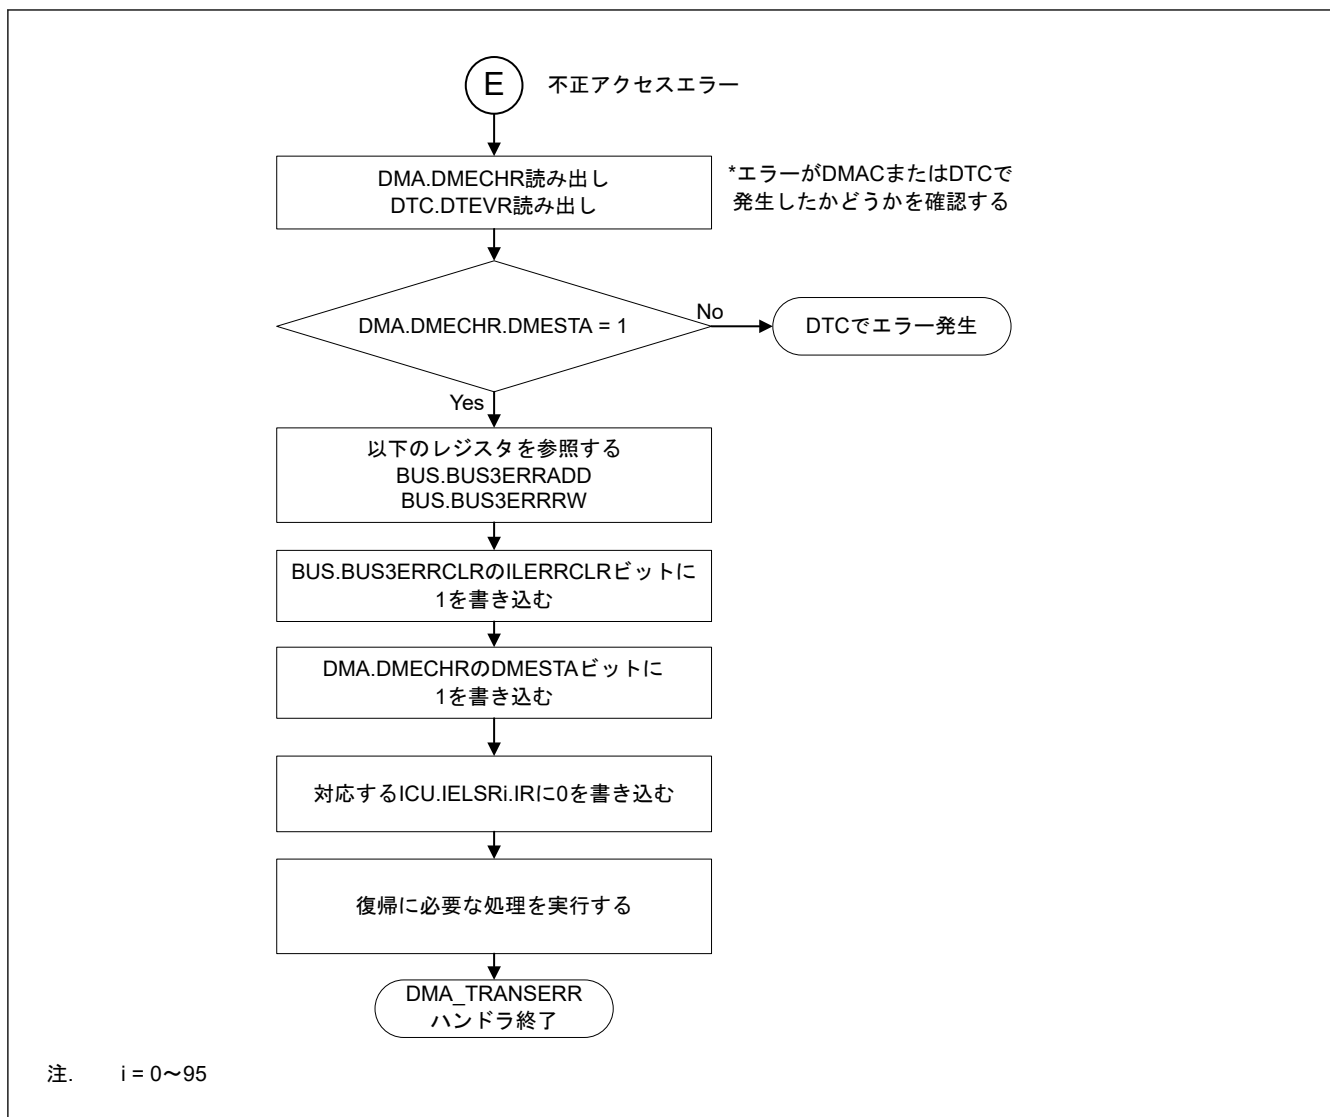

図 15.31 不正アクセスエラーによる DMA_TRANSERR ハンドラの処理
- 図 15.31 に DMAC の不正アクセスエラーが発生したチャンネルとセキュリティ属性を確認するフローを示します。